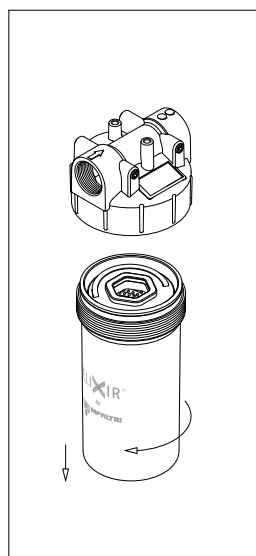

fig. 9
- (Fig. 9) Svitare il contenitore predisponendo un recipiente per la raccolta del fluido di lavoro